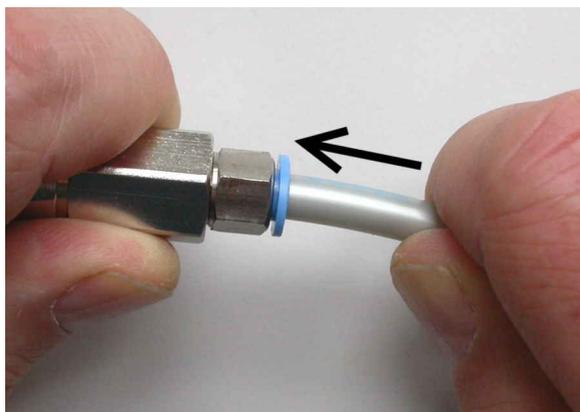

Figure 6-4 : Assemblage de l'adaptateur push-pull (à gauche) et du tube de 6 mm (à droite)
5. Poussez le tube jusqu'au bout dans l'adaptateur, comme illustré à la Figure 6-4.